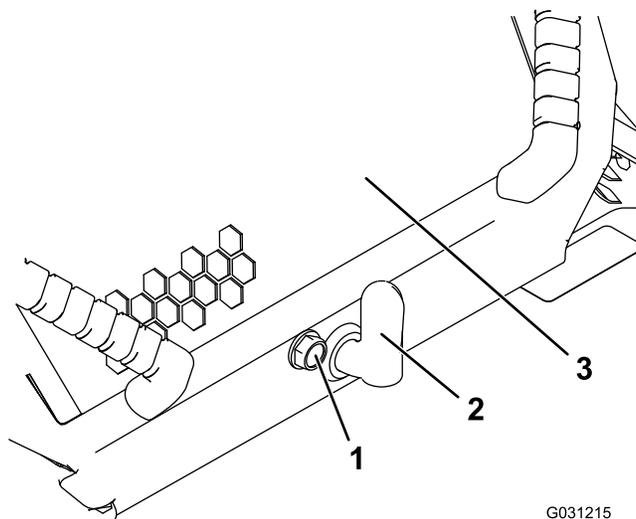

Рисунок 36
- Ослабьте запорный винт капота (Рисунок 36)
- Поверните защелку капота по часовой стрелке (Рисунок 36).
- Поднимите рукоятки и поднимите капот вверх (Рисунок 36).
- Затяните запорный винт капота, чтобы закрепить защелку (Рисунок 36).